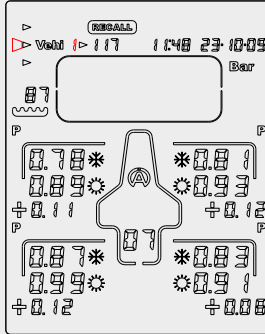

Figure 9
- 2) Avec le bouton  ou , sélectionnez l'icône « **Vehi** » (figure 9)
- 3) Avec le bouton  ou , sélectionnez le véhicule désiré (figure 9)